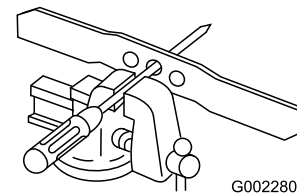

Bild 35
1. Prüfen Sie die Auswuchtung des Messers, indem Sie das mittlere Loch im Messer über einen Nagel oder einen Schraubenzieher hängen, den Sie horizontal in einen Schraubstock einklemmen (Bild 35).